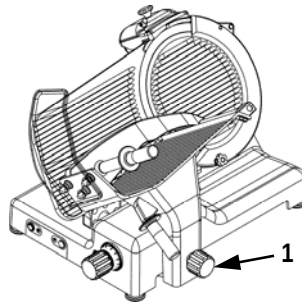

Abb. 34
- überprüfen, ob der Teller mittels Festklemmdrehgriff gut befestigt worden ist (Abb. 34 Detail 1);